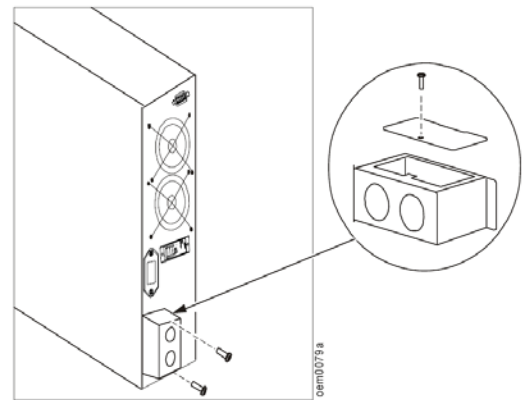

图 5
2. 松开固定 UPS 输入接线板的两颗螺丝；见图 5。
3. 松开固定接线板顶部小盖板的螺丝，取下小盖板；见图 5。